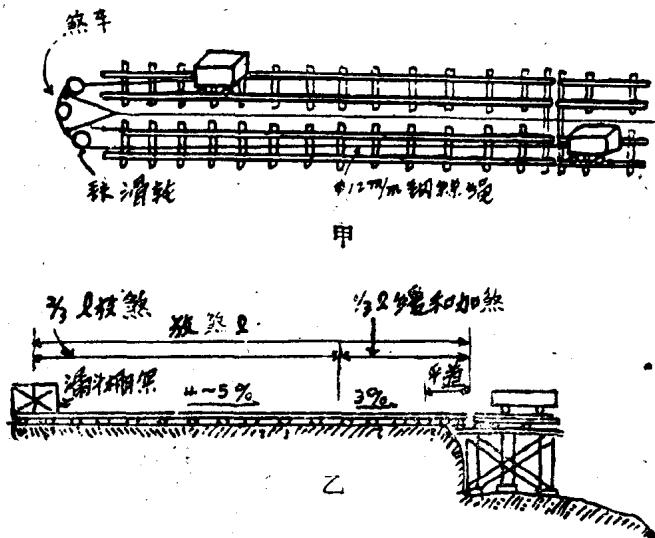
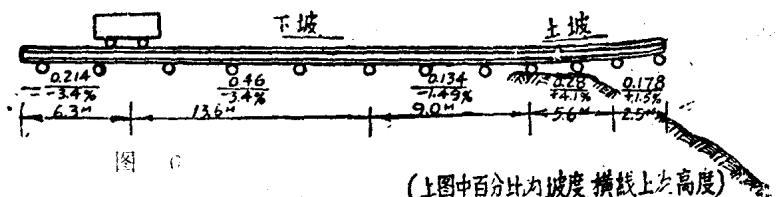

图 5
图 6
4. 軌道：如地形許可，应尽量鋪設双股道，采用循环运土法，在裝土起点左右軌道中各装一个滑車，用一根直径为12毫米的鋼絲繩通过两个滑輪将两个翻板車連接起来；为了控制斗車运行的速度，在两个滑輪之間增設煞車（如图 5 甲）。裝土处最好搭設梭槽或漏斗棚架，以提高工效。軌道坡度一般不宜超过5%，如运距較長，可以将前面占全长 $\frac{1}{3}$ 的一段的坡度加陡至6%，在靠近出土处开一段平道，以減小車子下滑到終点时的冲击力，一般按图 5 乙鋪設为宜。如果地形限制，可鋪設单股道，軌道坡度按图 6 所示鋪設（翻板車卸土后可以自动退回 8 米）。如按图 7 所示，鋪上道岔，则单股道上也可以进行循环运输。